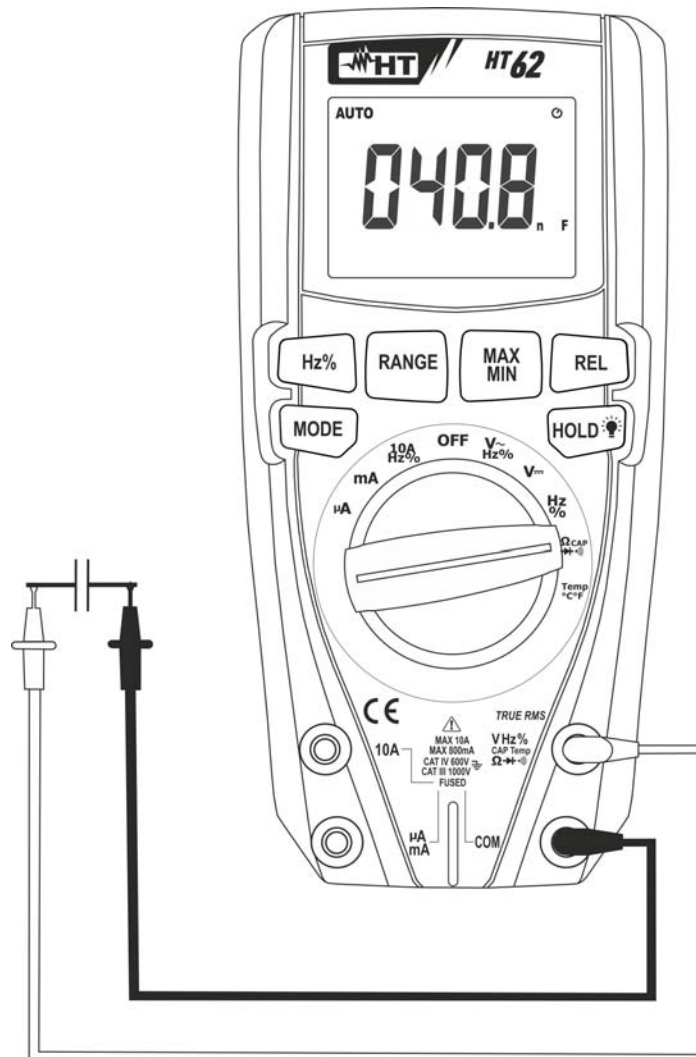

Abb. 7: Verwendung des Gerätes für Kapazitätmessung
5. Verbinden Sie die Messleitungen mit den beiden Enden des zu messenden Kondensators und dabei achten Sie, wenn nötig, auf die positive (rotes Kabel) und negative (schwarzes Kabel) Polarität (siehe Abb. 7). Der Kapazitätswert erscheint auf dem Display.